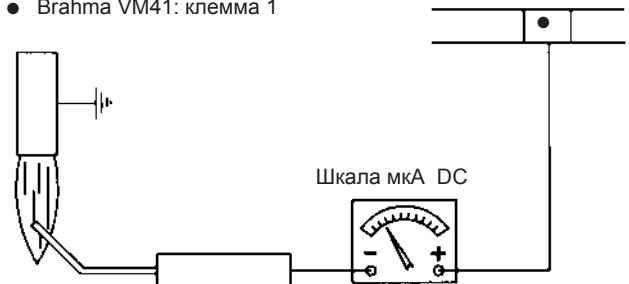

Рис. 26
- В случае, если у вас есть сомнения, проверьте систему контроля после запуска горелки, следуя схеме на Рис. 26.
Чтобы измерить сигнал детектирования, следуйте схеме на Рис. 26.